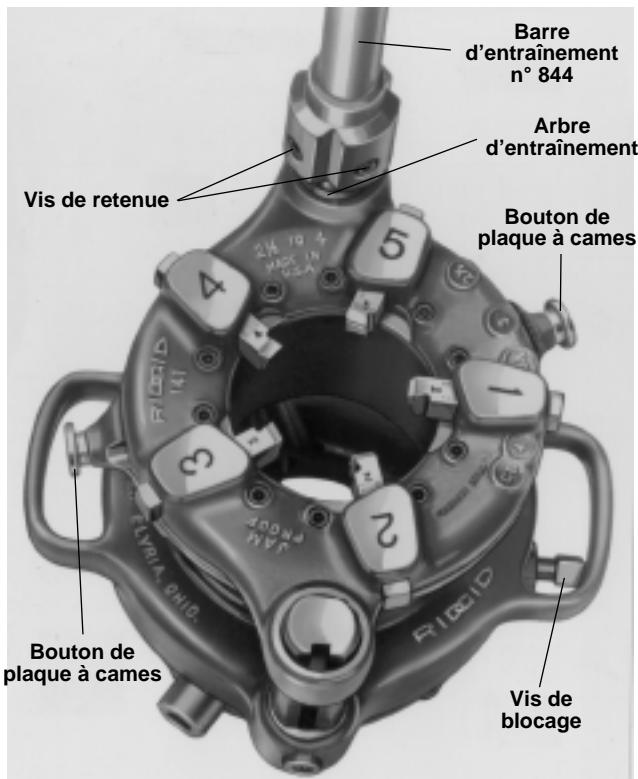

Figure 7 – Fileteuse démultipliée n° 141 (fileteuse n° 161 similaire)
2. Tirez sur les boutons (*Figure 7*) de la plaque à cames, puis tournez la plaque à cames jusqu'à la section de tuyau voulue, indiquée sur la tête de filière. Lâchez les boutons dès que les broches de verrouillage tombent dans les trous correspondants de la platine du sélecteur.